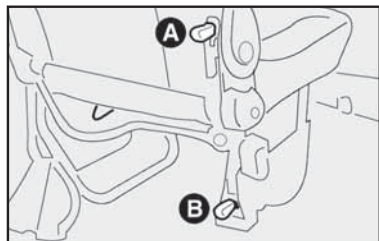
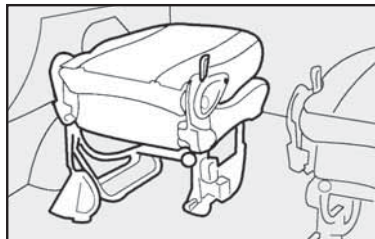
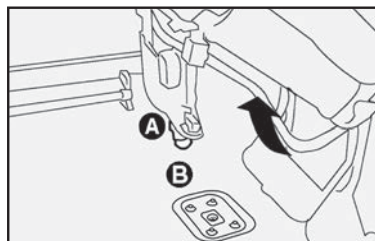

fig. 100
fig. 101
fig. 102
Para as versões equipadas com bancos traseiros suplementares, o rebatimento parcial deve ser feito abaixando a alavanca **A-fig. 100** e rebatendo o encosto para frente.
- 1) Abaixar a alavanca **A-fig. 100** e rebater o encosto para a frente **fig. 101**.
- 2) Levantar a alavanca **B-fig. 100** e desencaixar o pino **A-fig. 102** da guia **B-fig. 102** puxando o banco para cima.
- 2) Encaixar o pino **A-fig. 102** na guia **B-fig. 102** forçando o banco para baixo.
- 3) Abaixar a alavanca **B-fig. 100** até o final do curso e ouvir o "clac" de travamento.